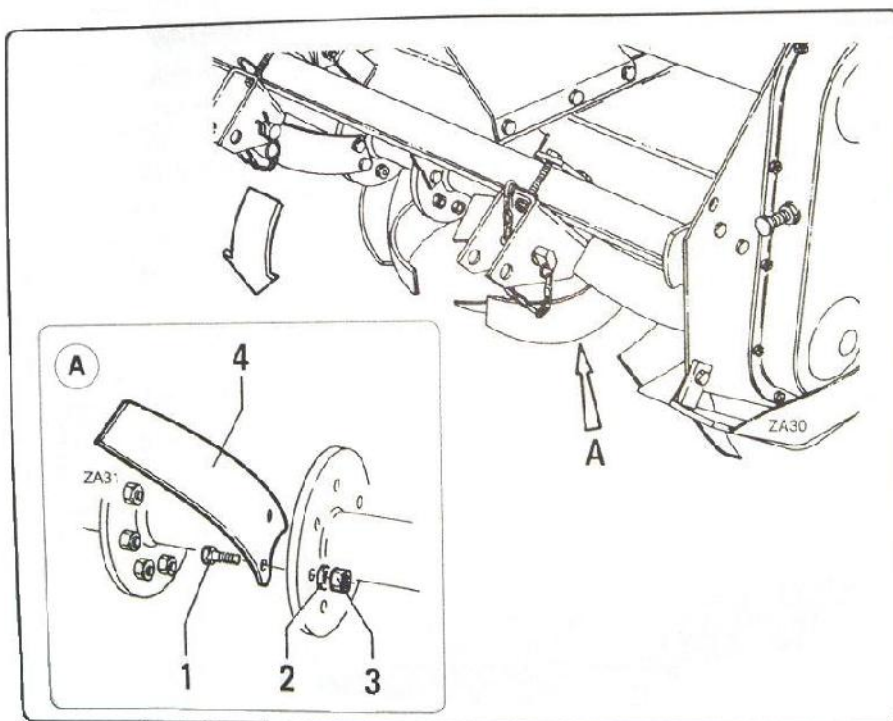

fig. 7.5.3
- Remplacement des lames de houe (fig. 7.5.3)